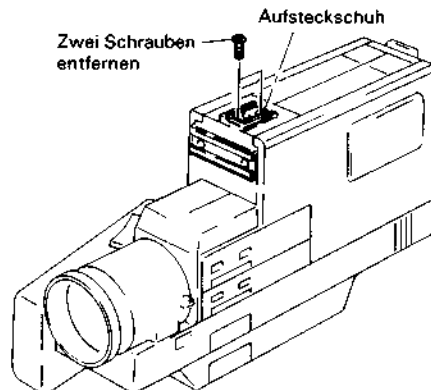

Abb. 2.3 Ausbau des Zubehör-Aufsteckschuhs
Ausbau des Zubehör-Aufsteckschuhs (Abb. 2.3)
1. Die zwei (2) Befestigungsschrauben des Zubehör-Aufsteckschuhs lösen (siehe Abb. 2.3).
3. Den Zubehör-Aufsteckschuh ausbauen (siehe Abb. 2.3).